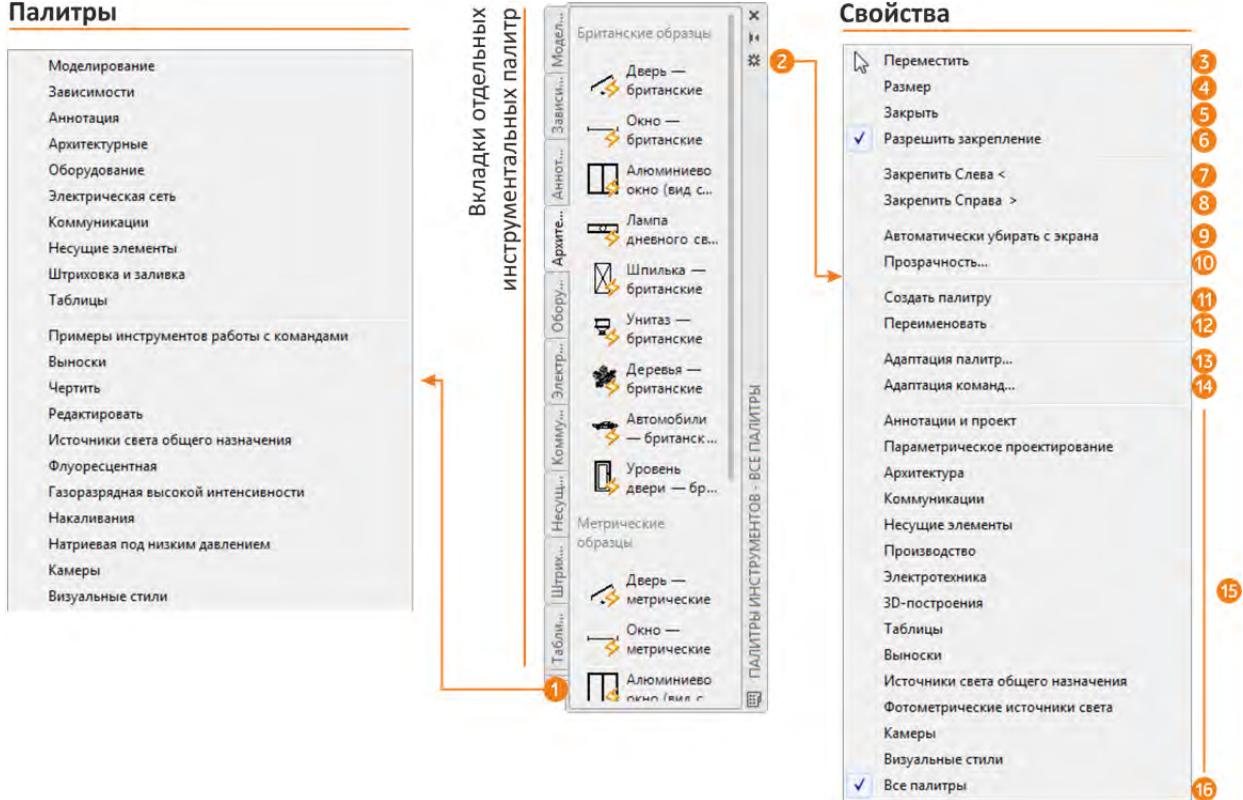

Рисунок 2.22 Палитра «Инструментальные палитры»
2. Щелкните ЛКМ на пиктограмме «Свойств»  в верхней части палитры (рисунок 2.22 пункт 2) и выберите команду «Создать палитру».
Инструментальных палитр в чертеже может быть много и находить нужные палитры может оказаться долгим занятием, поэтому палитры удобно объединять в группы. Группы можно просматривать и вызывать с помощью кнопки «Свойства» (рисунок 2.22 пункт 15). Для создания группы панелей следует вызвать контекстное меню в правой части панели «Адаптации», вызвать команду «Новая группа» и ввести название группы. После создания группы в нее нужно перенести панели из левой части окна «Адаптация». В области «Группы палитр» группы можно переименовывать, удалять и делать активными. При необходимости их можно экспортировать/импортировать, как по отдельности, так и все.